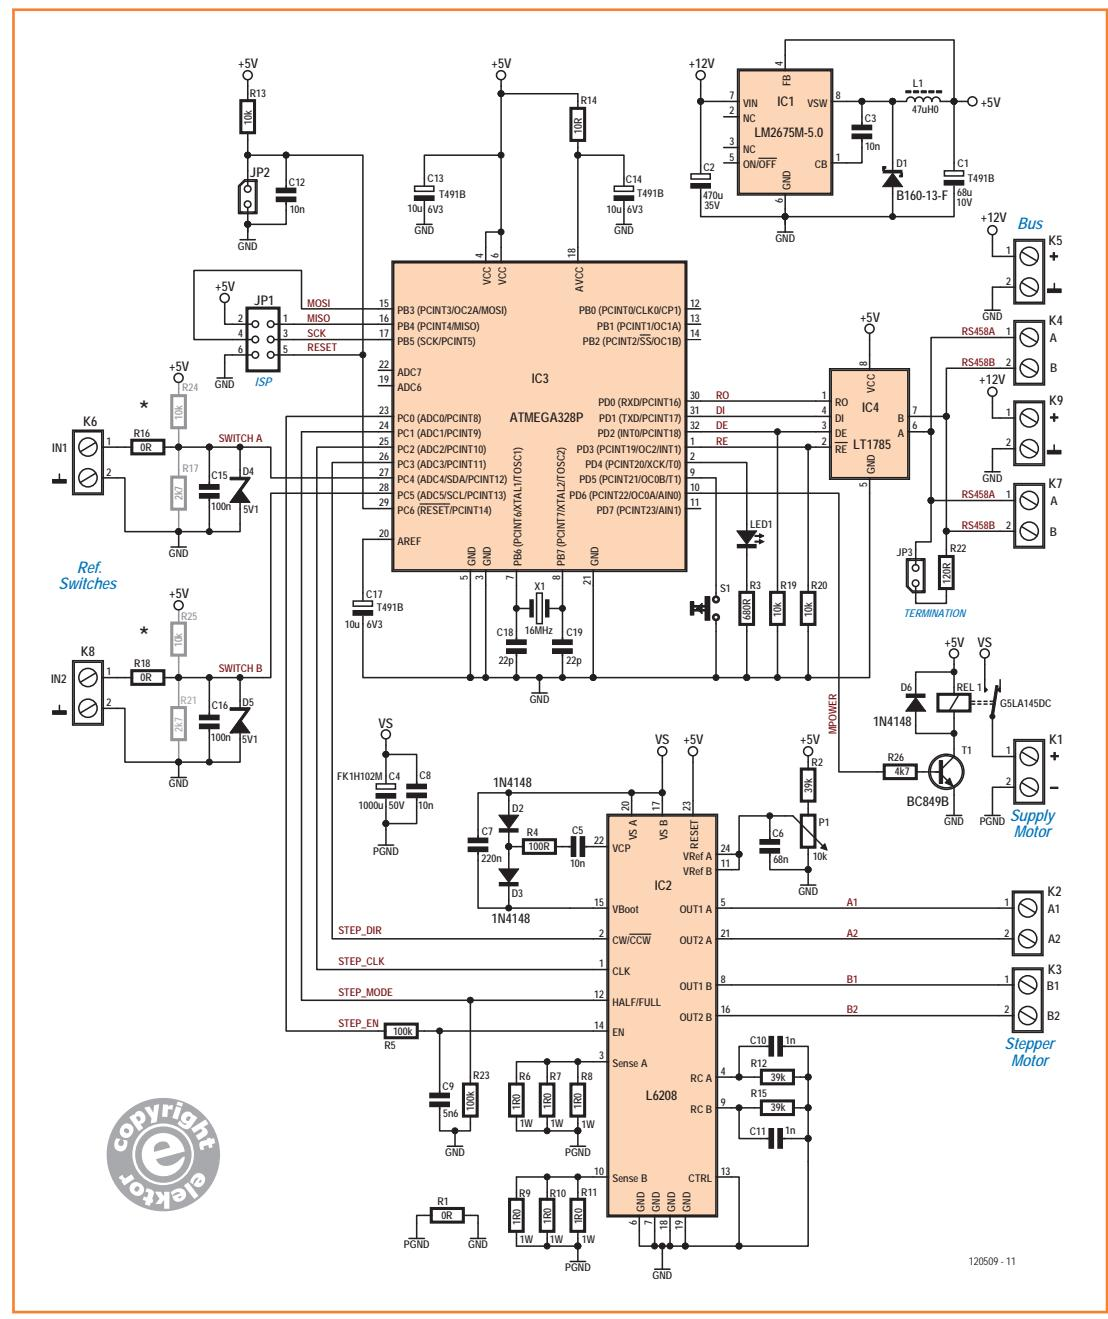

Bild 3.
besitzt eine Überstromüberwachung. Somit ist einerseits eine einfache Ansteuerung möglich, die sich auf die Erzeugung von vier digitalen Steuersignalen für Drehrichtung (CW/CCW), Schritt (CLK), Betriebsmodus (HALF/FULL) sowie eine Freigabe (EN) reduziert. Andererseits bleibt durch die hohe Integrationsdichte die Anzahl externer Bauteile auf ein Minimum beschränkt, wie man im Schaltplan in **Bild 3** erkennt. Die Widerstände (R6..R11) an den jeweiligen Sense-Eingängen dienen der Strommessung, der Spannungsabfall an ihnen ist die Messgröße für den internen Stromregler. Die Führungsgröße wird an den Vref-Eingängen über das Trimmstellschraubenspotentiometer P1 vorgegeben. In der vorliegenden Dimensionierung ergibt sich ein Spulenstrom von 100 mA, wenn die Referenzspannung auf 33,3 mV eingestellt wird. Die RC-Netzwerke R12/C10 und R15/C11 definieren die Off-Zeit der Power-MOSFETs innerhalb der Brückenschaltungen [3]. Zur Erzeugung der Gatespannungen verwendet der L6208 eine Ladungspumpe, die durch D2, D3, R4, C5 und C7 vervollständigt wird. R5 und C9 sorgen für geordnete Spannungspegel am Enable-Eingang.